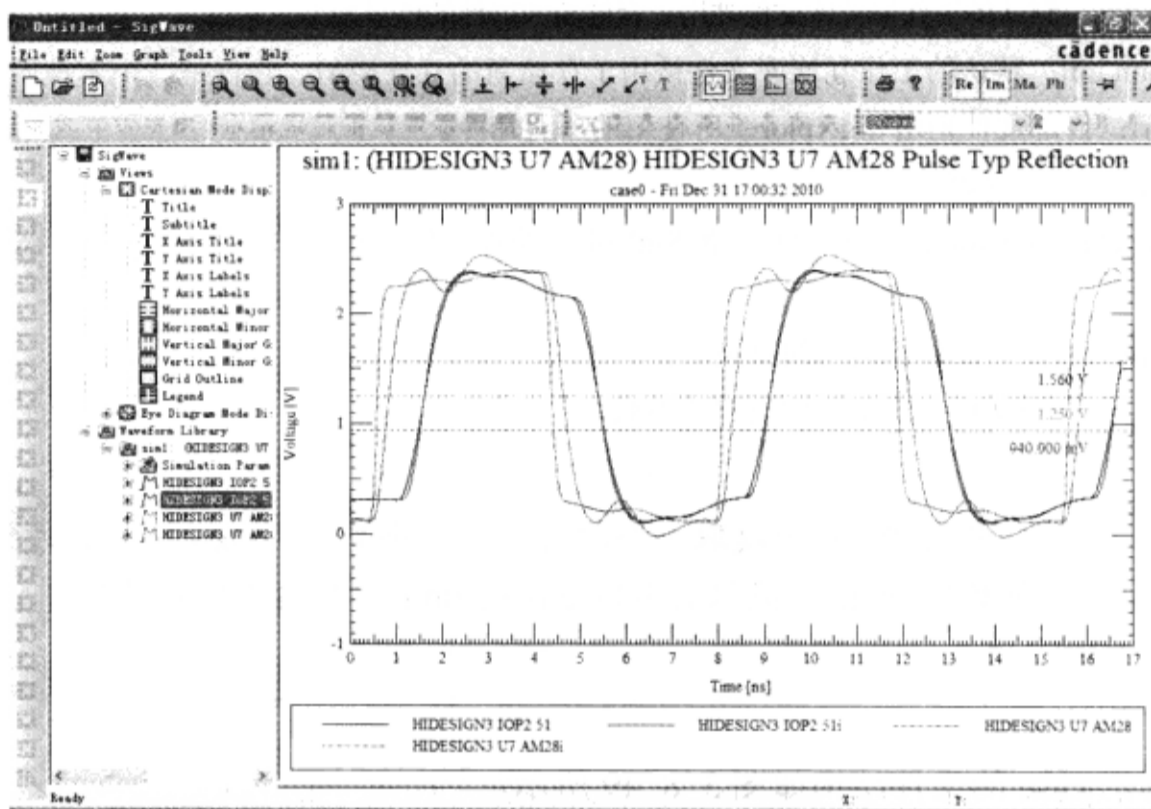

图 3-8-46 仿真波形
(2) 在“SigWave”窗口产生两个波形。一个代表驱动器的输出，另一个代表接收器的输入。每个波形都有一个颜色，如图 3-8-46 所示。仿真的报告数据写入 sigsimres.dat 文件中，存储在 D:\physical\PCB\_ver1\sigxp.run\case0 目录下。波形数据被写入 sim1.sim 文件中，存储在 D:\physical\PCB\_ver1\sigxp.run\case0\waveforms 目录下。